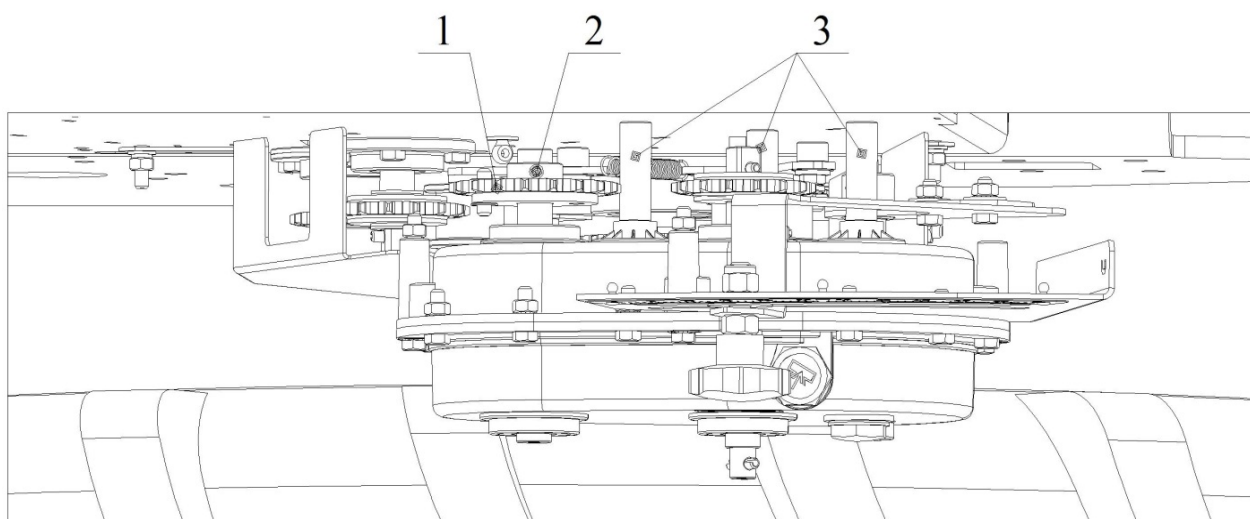

Рисунок 35.
- 2) Снять цепь со звёздочки предохранительной муфты (1) (рис. 35).
- 3) Извлечь штифт (6x30) (2) (рис. 35), соединяющий предохранительную муфту с валом вариатора.
- 4) Ослабить болты крепления (3) вариатора и снять муфту (1) с вала.